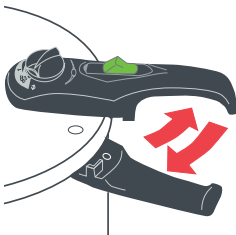

Fig.5
Mango de la olla (10). Además de ser usado para transportar la olla, el mango de la olla se traba con el mango de la tapa cuando se gira la tapa en sentido de las agujas del reloj (Fig. 5).